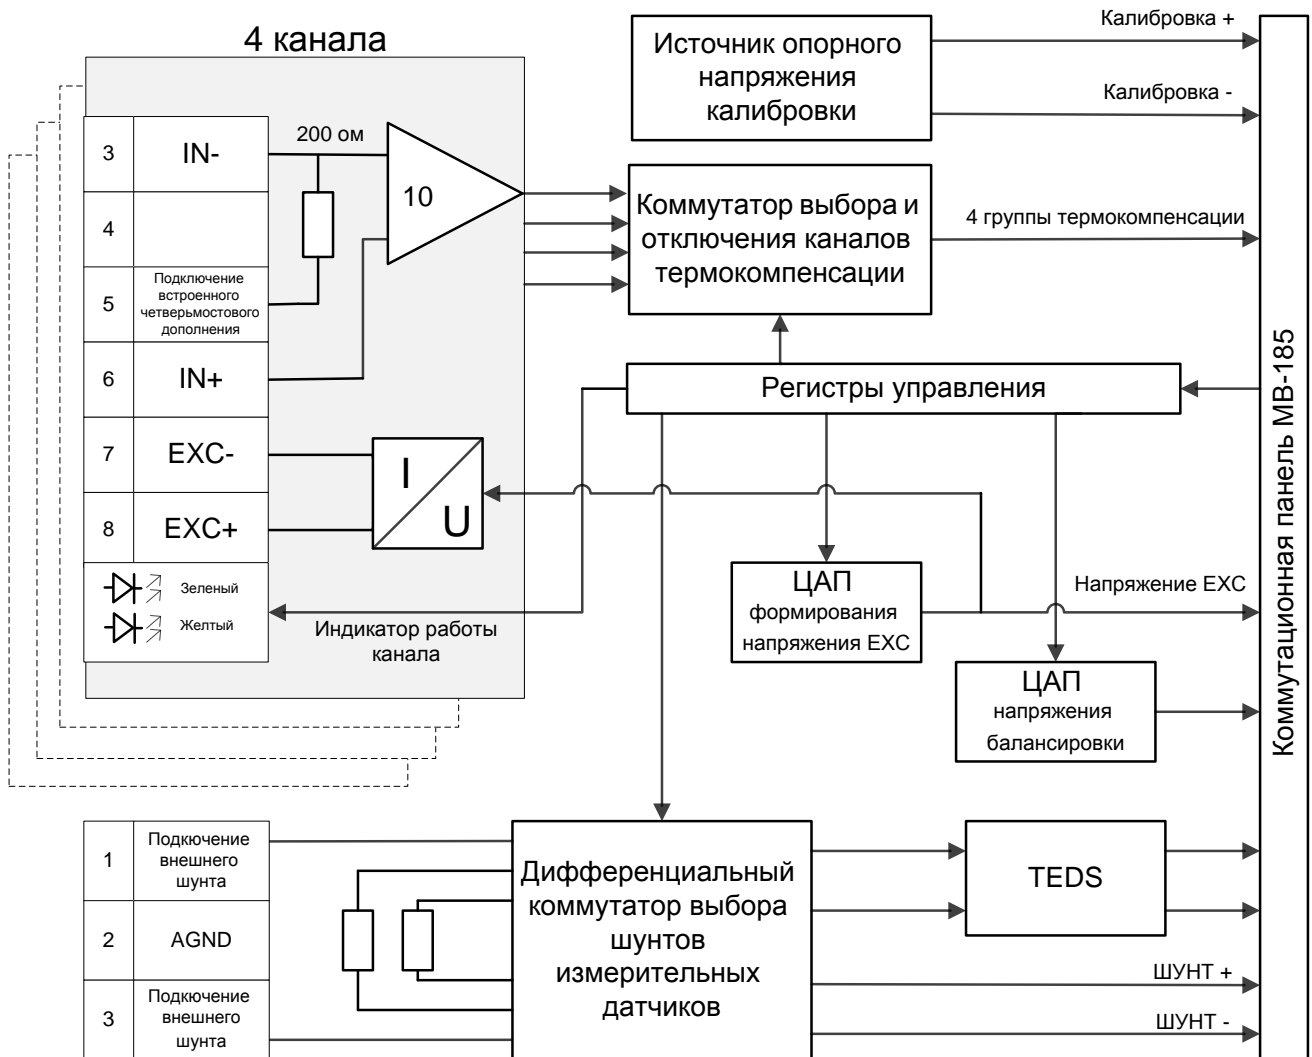

Рис. 6. Структурная схема модуля MI-185
1.4.8.1 Структурная схема модуля MI-185 приведена на Рис. 6.
1.4.8.3 Цифро-аналоговый формирователь напряжения EXC управляется соответствующими выходами Регистра управления. Напряжение с выхода ЦАП через буферный усилитель (на схеме Рис. 6 не показан) подается на входы отдельных канальных преобразователей напряжение/ток (U/I) модулей MI-185 и MI-183.
1.4.8.4 Сигналы от датчиков термокомпенсации, подключенных к входному разъему модуля (+In, -In) через помехозащитный ФНЧ (на схеме Рис. 6 не отображен) подается на вход канального дифференциального усилителя ($K_u=10$). Недифференциальный выход канального усилителя подключен ко входу Коммутатора выбора и отключения каналов термокомпенсации, управляемого соответствующими выходами Регистра управления. К каждому каналу термокомпенсации может быть подключено от 1 до 4 модулей МІ-183, либо не применяться метод термокомпенсации.
1.4.8.5 Напряжение выхода ЦАП напряжения балансировки, управляемого выходами Регистра управления, буферный усилитель (на схеме Рис. 6 не показан) подается на устройства компенсации схемы балансировки всех модулей МІ-183 и служит для балансировки нуля всех измерительных каналов комплекса МІС-183. Точная балансировка каждого из измерительных каналов осуществляется программно путем регистрации в ПЭВМ при балансировке нескомпенсированных напряжений и их вычитания из результатов измерений каждого канала при первичной обработке данных измерений.